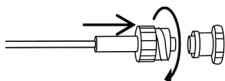

図2
2. 図2のように、ガスサンプラライン (オス型ルアーコネクタ) を呼吸ガスモニタに接続します。ルアーコネクタを時計回りに回して、接続ポイントでガスのリークが生じないようにしっかり固定します。